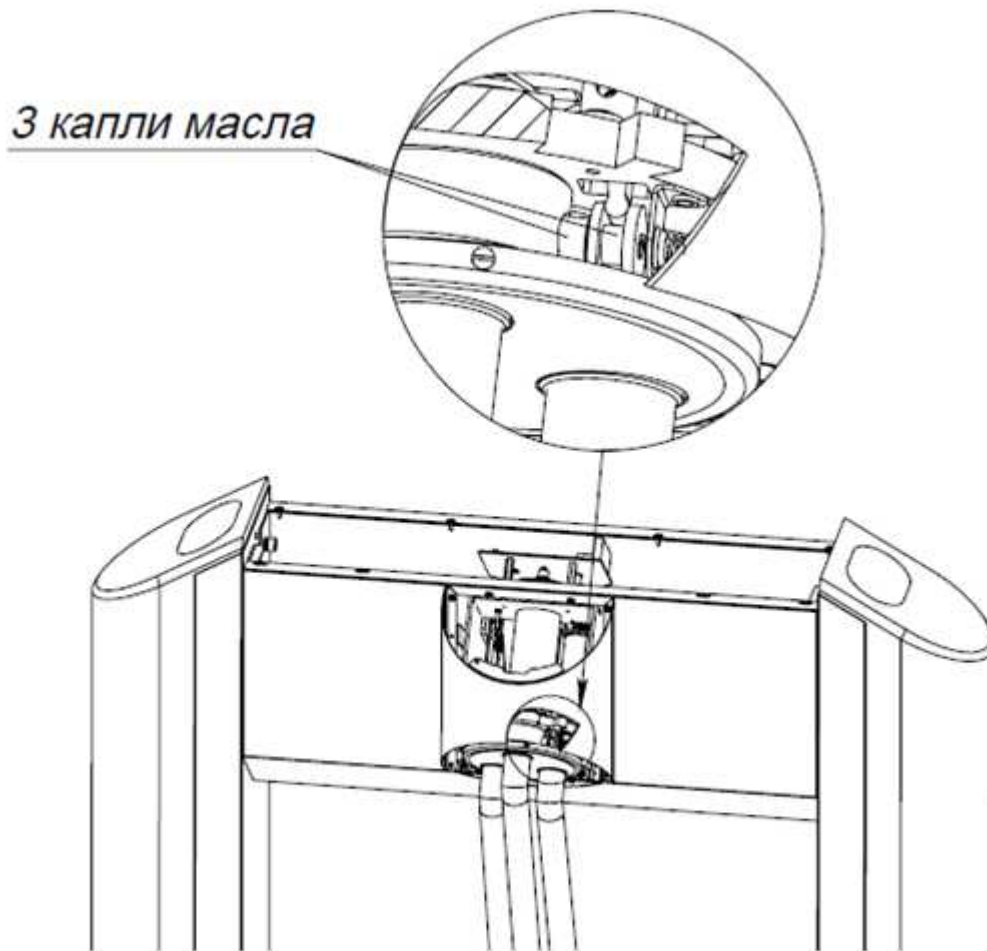

Рис. 13
5.5. Места соединения фиксатора и кулачка разблокировки планок (рис. 13). Операцию необходимо проделать для всех планок, проворачивая диск. Отверстие на (рис. 13) показано условно.